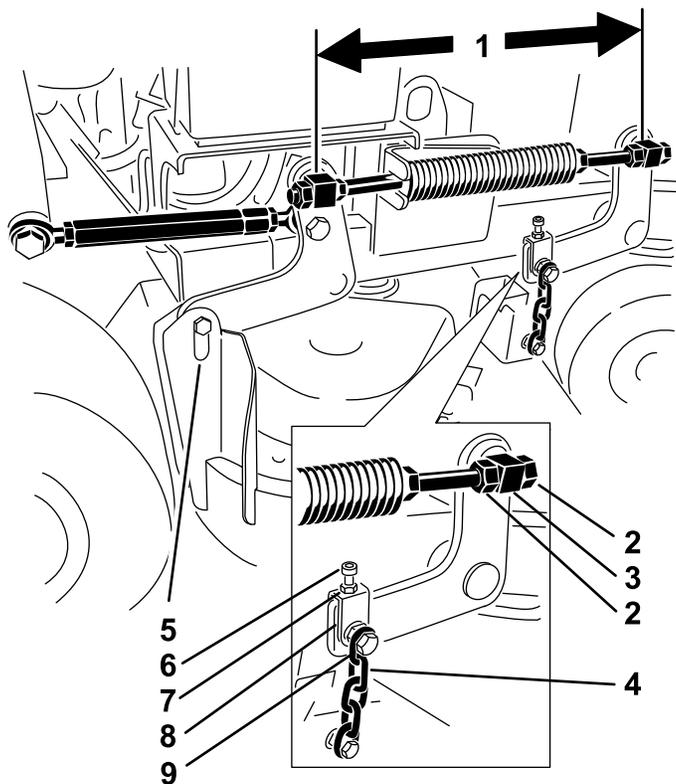

Рисунок 78
1. Проверьте расстояние между центрами шарнирных узлов (расстояние между центрами) на каждом резьбовом штоке (Рисунок 78).
2. Ослабьте контргайки на **переднем** шарнирном узле (Рисунок 78).
4. Затяните контргайки на **переднем** шарнирном узле (Рисунок 78).
- Ослабьте контргайки на правом и левом передних шарнирных узлах (Рисунок 78).
- Затяните контргайки на правом и левом передних шарнирных узлах (Рисунок 78).
4. Ослабьте контргайки на левом переднем шарнирном узле (Рисунок 78).
6. Затяните контргайки на левом переднем шарнирном узле (Рисунок 78).
5. Ослабьте верхние болты цепей (Рисунок 78).
6. Ослабьте контргайки на каждой вилке (Рисунок 78).
8. Затяните контргайки и верхние болты цепей (Рисунок 78).